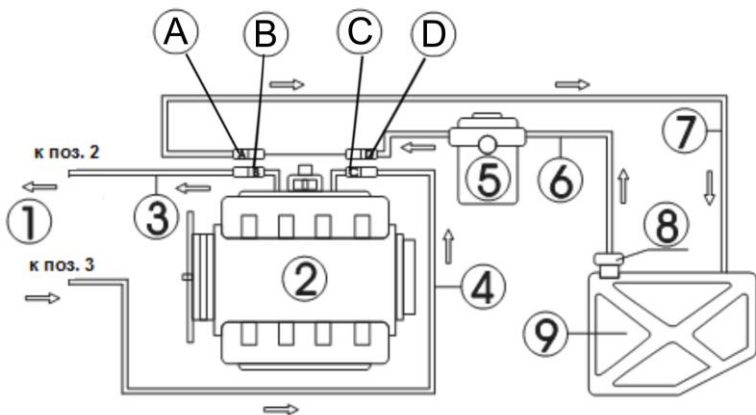

Рис.5.15
- 1) Отсоедините соединения шлангов подачи топлива (C, D) и шлангов возврата топлива (A, B) топливной системы двигателя (при отключении соединителя оберните его куском ткани). Подберите подходящие соединители и подсоедините их к концам шлангов B и C, а затем подсоедините другие концы к соответствующим концам сливного и подающего шлангов стенда. См. рис. 5.15.